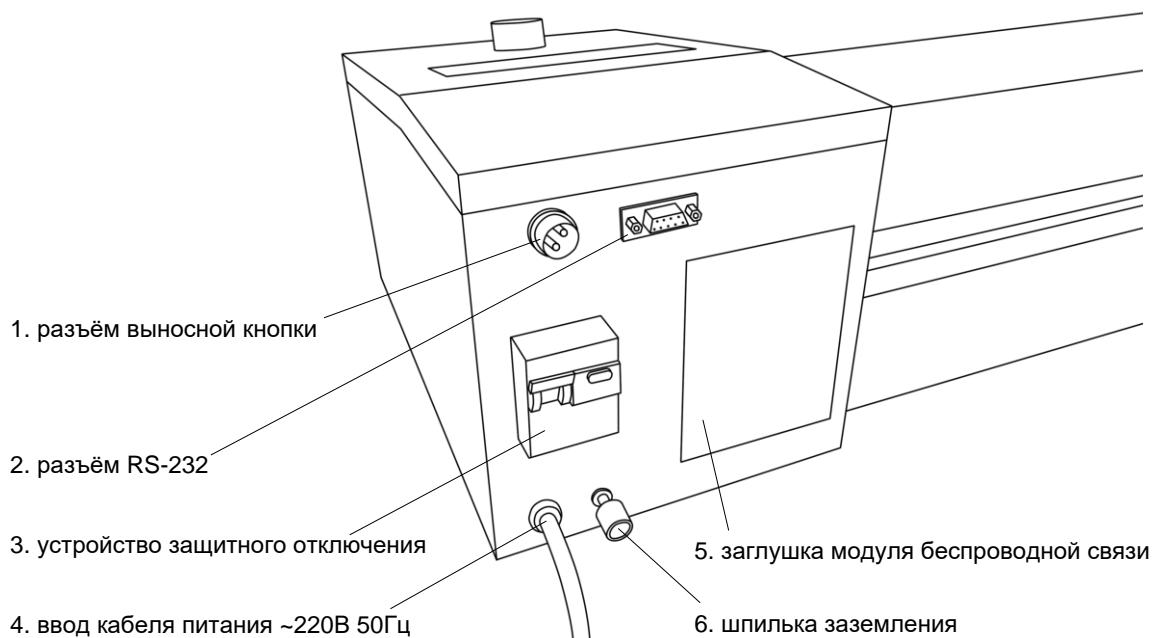

Рисунок 2 – Вид сзади
Разъём (рисунок 2, позиция 1) предназначен для подключения выносной кнопки фиксации разрыва образцов во время испытания.
3.1.4 Подключить выносную кнопку к разъему (рисунок 2 на странице 5, позиция 1).
3.1.5 Переключить устройство защитного отключения (рисунок 2 на странице 5, позиция 3) в положение «I» (тумблер вверх).